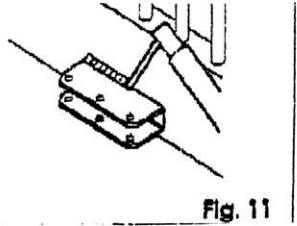
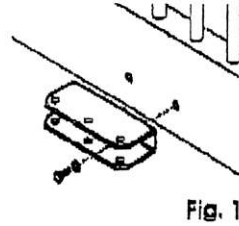

Fig. 11
Fig. 12
- Przyłącze może być bezpośrednio spawane do skrzydła (rys. 11) lub też przykręcone wykorzystując wkłady gwintowane (rys. 12).